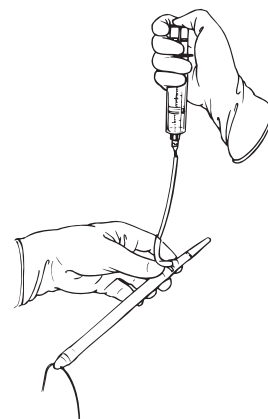

Figure 4-9
- Tenez le cylindre par l'arrière, l'extrémité avant dirigée vers le bas, pour permettre à la portion distale du cylindre de se remplir la première (figure 4-9).